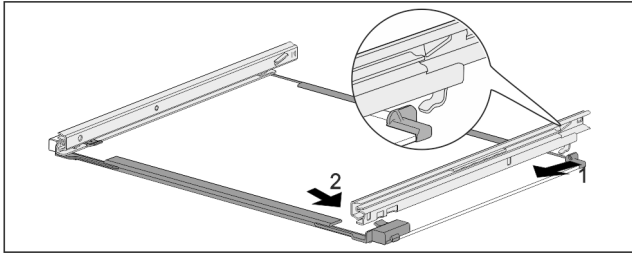

Fig. 283 Glasplatte mit Schienen
- ▶ Schiene hinten einhaken. Fig. 283 (1)
- ▶ Schiene vorne einrasten. Fig. 283 (2)